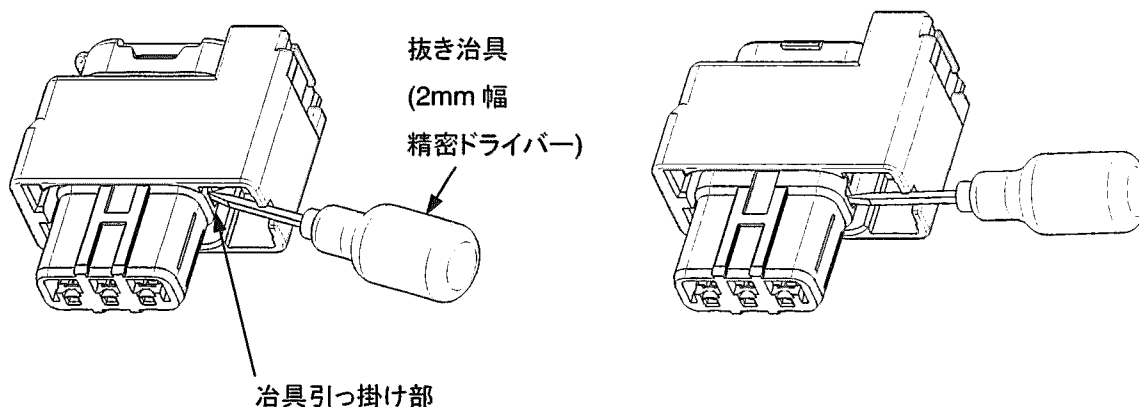

Fig. 12
- (1) リテーナーが完全に引き抜かれている状態になっていることを確認します。万一、本係止状態及び仮係止状態になっている場合は、リテーナーを完全に引き抜いてください。(Fig.12)